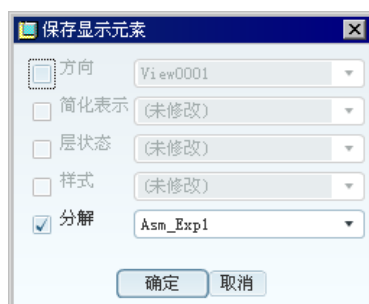

图 9.5.6 “保存显示元素”对话框
(3) 在图 9.5.6 所示的“保存显示元素”对话框中单击按钮。